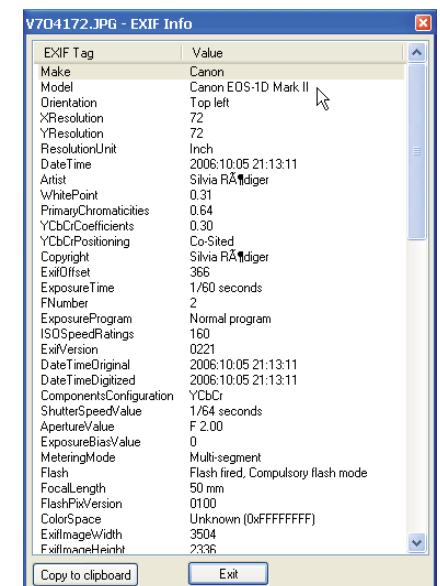

Abb. 5-19: EXIF-Daten eines Digitalfotos in IrfanView
- EXIF-Daten: Sie sind im Fall von digitalen Fotografien bei der Analyse der Aufnahmen hilfreich (Abb. 5-19).
- Sind Geräteangaben, die in jeder Digitalkamera mit dem Bild gespeichert werden (Abb. 5-19).